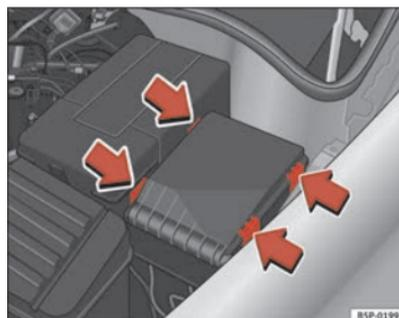

Fig. 178 Tampa da caixa de fusíveis no compartimento do motor
- Retirar a tampa dos fusíveis do compartimento do motor fazendo pressão nas patilhas na direcção do centro da tampa ⇒ página 261, fig. 178.